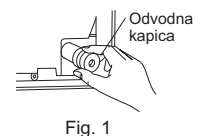

Fig. 1
- Položite cijevi za rashladno sredstvo i odvodno crijevo zajedno, zatim čvrsto omotajte filt traku (4) od kraja. Širina preklapanja filt trake (4) treba biti 1/3 širine trake. Koristite graničnik trake na kraju filt trake (4).
- Izvučite odvodno crijevo na stražnjoj desnoj strani unutarnje jedinice. (Fig. 1)